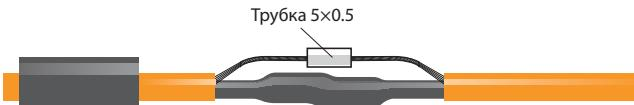

Рисунок 10
4.12. Отогнуть экраны от оболочки нагревательных кабелей. Вставить в трубку 5x0.5 (длиной 5 мм) экраны нагревательных кабелей. Концы экранов не должны выступать за торцы медной трубы. Опрессовать медную трубку кремпером HT 236E согласно рис. 10.